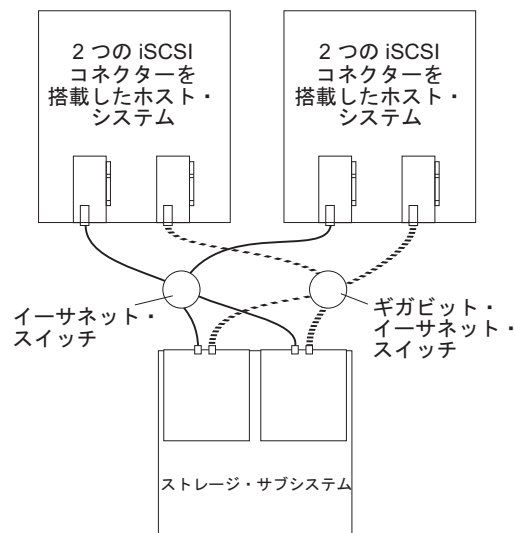

図 61. 複数ホスト、複数ポート構成の例
- 複数ホスト、複数ポート構成 (103 ページの図 61)
図 61 は、複数ホスト、複数ポート構成です。クラスター構成について、以下の図は複数ホスト、複数ポート、および冗長パスとコントローラー構成の例を示しています。この図に示されている 2 つのギガビット・イーサネット・スイッチを、必要な数のポートがある 1 つの大規模なギガビット・イーサネット・スイッチと置き換えることができます。仮想ローカル・エリア・ネットワーク (VLAN) は、単一のスイッチの代わりに、2 つの iSCSI ネットワークを分離するために使用することもできます。